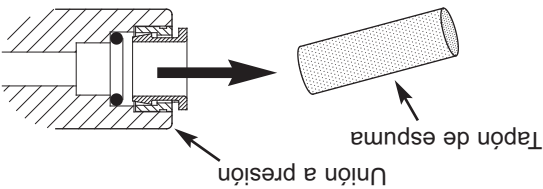

FIG. 18 Retire y elimine los tapones de espuma
**NOTA:** Retire los tapones protectores de espuma antes de conectar los tubos. (Vea la Fig. 18.)